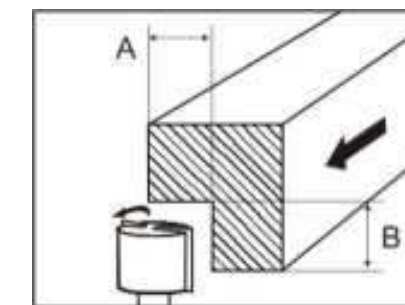

Рис.4
## 13. ГЛУБИНА / ВЫСОТА ФРЕЗЕРОВАНИЯ (Рис.4)
Опустите кожух (4), Рис.4, включите фрезер и подавайте заготовку. Подавайте заготовку плавно и равномерно.